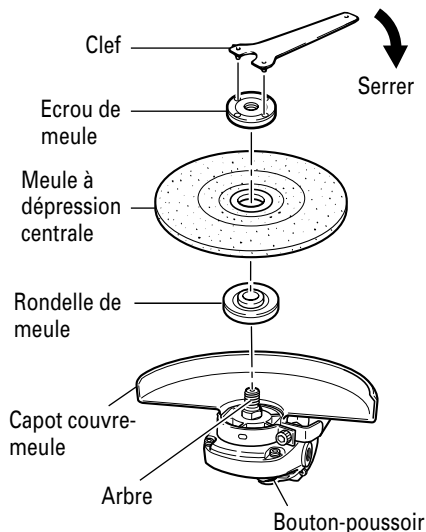

Fig. 5
10. Vérifier la bouton-poussoir. S'assurer que la bouton-poussoir n'est pas engagée appuyant dessus deux ou trois fois avant de mettre la meuleuse à disque en marche. (Fig. 5)
- (1) Mettre la meuleuse à disque à l'envers de façon que l'arbre soit dirigé vers le haut.
- (2) Aligner l'entaille de forme ovale de la rondelle de meule avec l'encoche de l'arbre, puis les attacher.
- (3) Positionner la protubérance de la meule à dépression centrale sur la rondelle de meule.
- (4) Visser l'écrou de meule sur l'arbre.
- (5) Tout en poussant sur la bouton-poussoir avec une main, verrouiller l'arbre en tournant doucement la meule à dépression centrale avec l'autre main. Serrer l'écrou de meule en utilisant la clef fournie comme montré sur la Fig. 5.